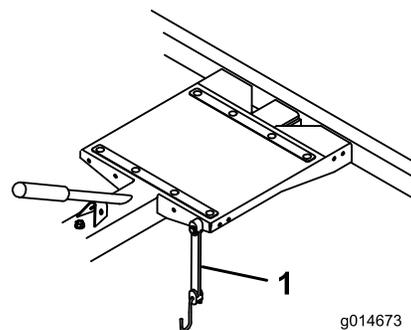

Figura 15
4. Durante il trasporto, usate la cinghia elastica per fissare il tosaerba al rimorchio (Figura 15). Potete spostare la cinghia elastica in diversi fori di montaggio, a seconda del tosaerba.